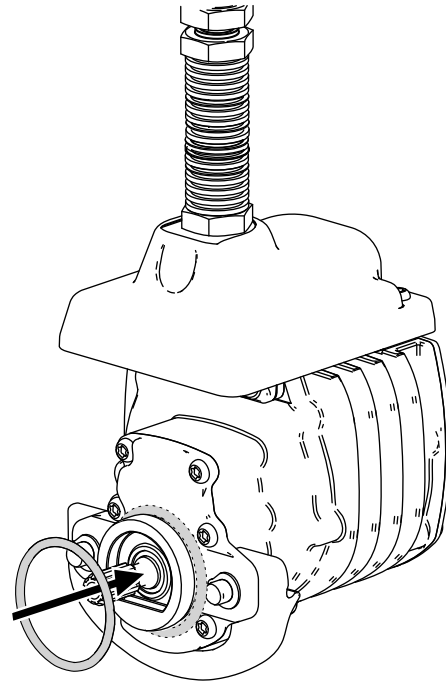

Figura 8
3. Montați inelul de etanșare pe fiecare motor al cilindrului, aa cum se arată în Figura 8.